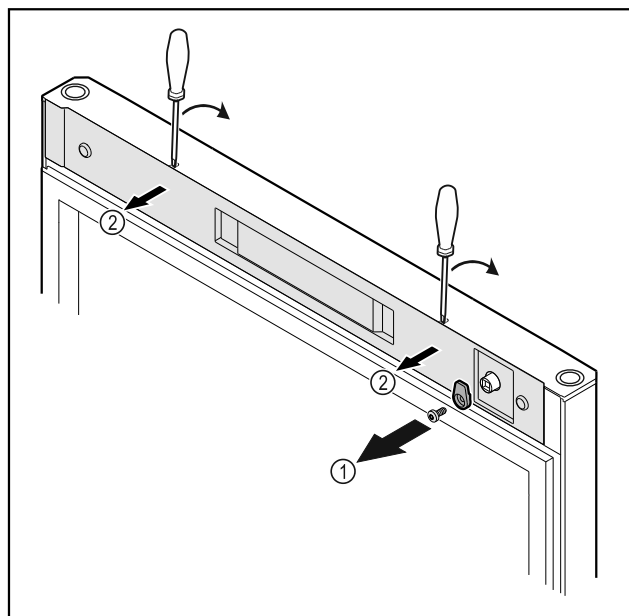

Fig. 11
- ▶ Skruva av låskroken Fig. 11 (1).
- ▶ Lossa skyddet Fig. 11 (2) med en liten skruvmejsel och ta av det.